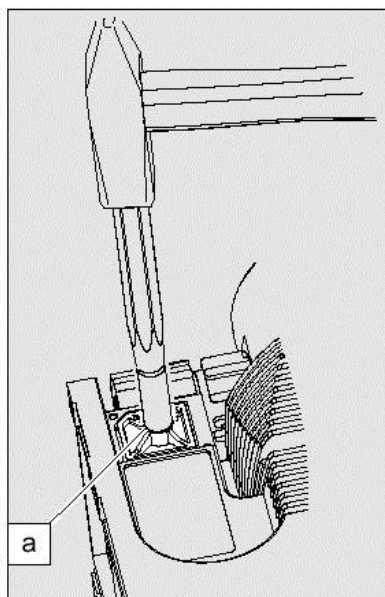

Рисунок 16
- Установите пробойник D = 8...15 мм на пластине для отверстия реле и ударьте по нему молотком (см. рисунок 16). Зачистите края отверстия, если необходимо.